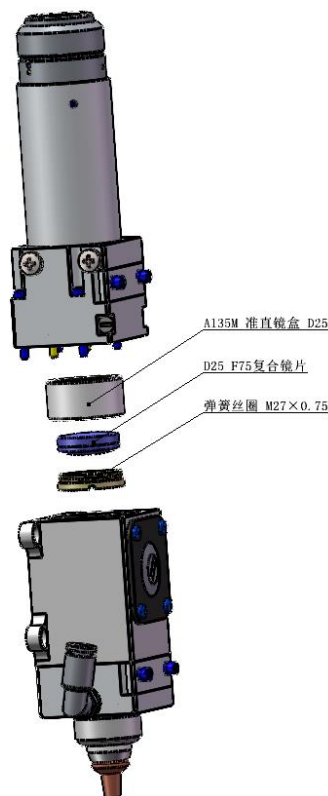

图 13 A135M-F75-F75 激光头准直镜盒示意图
- (1) 拆下激光头，移至洁净场所，清理干净激光头表面所有灰尘；
- (2) 用2.5mm 的内六角扳手拧开准直组件的锁紧螺钉（如图13 所示），与准直组件连接的部分用美纹纸封好，防止灰尘调入；
- (3) 用取出准直镜盒，用拆镜工具取下弹簧压圈和准直镜；
- (4) 清洁或更换准直镜片；